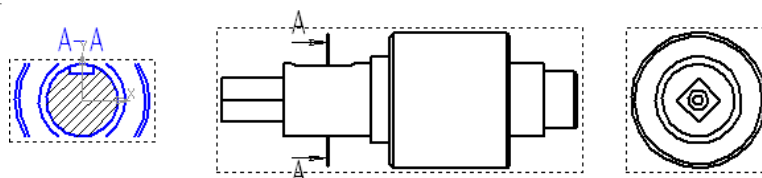

Рис. 7.
11. Создайте разрезы. Обязательно следует проверить, является ли вид **Текущим!!!** (если вид является текущим, то линии основного контура отображаются синим цветом). На панели *Обозначения*  выберите пункт *Линия разреза* . Укажите на главном виде линию разреза и расположите разрез, как на рис. 7.